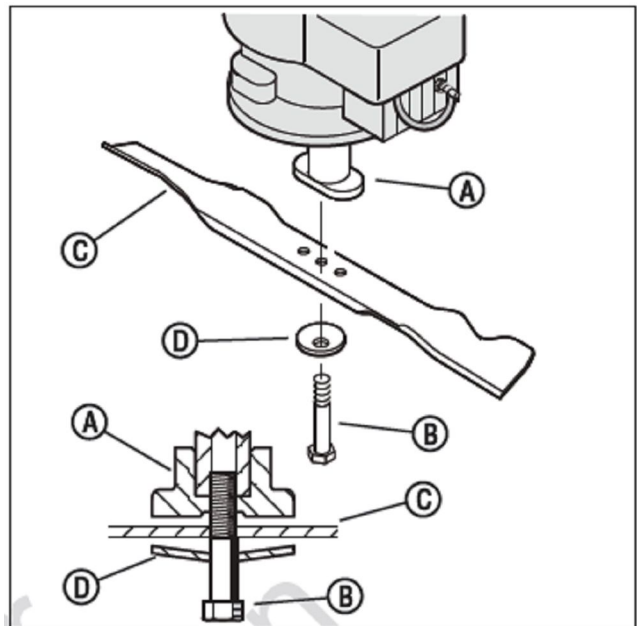

Рис. 17: Снятие ножа
1. Если система привода проскальзывает, ослабьте зажимную гайку (B, рис. 17) на регулировочной винтовой стяжке (A), и поверните гайку (C) на пол-оборота в указанном направлении. Протестируйте систему привода, проверьте, не проскальзывает ли она.
Регулярно проверяйте нож, чтобы он не был изношен и не имел повреждений, например трещин. Регулярно проверяйте болт крепления ножа. Следите за тем, чтобы он был плотно затянут. Если нож ударился о посторонний объект, остановите двигатель, отсоедините свечной провод и проверьте адаптер ножа (А, рис. 17), чтобы он не был поврежден. Проверьте, чтобы нож не был согнут или поврежден. Прежде, чем Вы снова приступите к работе, замените поврежденные части на оригинальные заводские запасные части. С целью безопасности меняйте нож каждые два года. Следите за тем, чтобы края ножа были острыми. Стрижка травы тупым ножом приводит к тому, что срезанные края травяного стебля становятся бурыми. Меняйте нож следующим образом.
- 4) Открутите болт (В, рис. 17), фиксирующий нож, при помощи ключа 14 мм.
- 7) Затяните нож, используя оригинальную шайбу (D) и болт. Убедитесь, что внешний обод тарельчатой шайбы направлен к ножу.